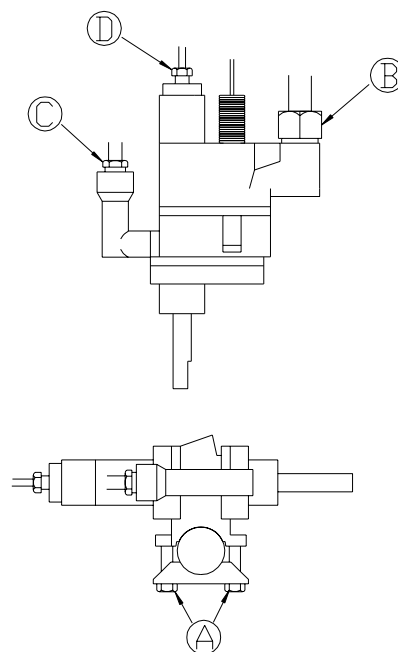

Fig. 10
a) Allentare le viti di raccordo del rubinetto alla condotta generale (A) e al tubo del bruciatore (B) (Fig. 10).